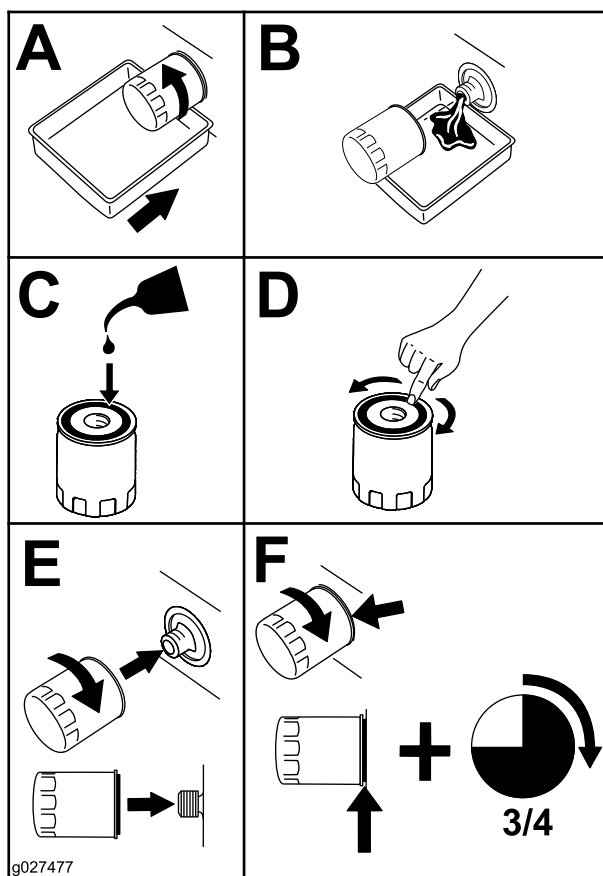

Figura 35
4. Substitua o filtro do óleo (Figura 35).